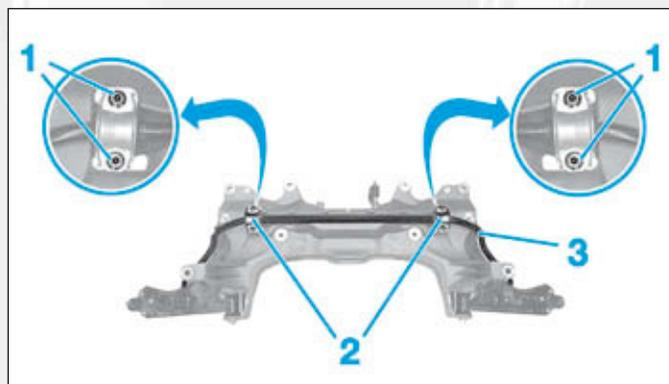

FIG.9
- les boulons (1) (Fig.9),
- les brides (2),
- la barre stabilisatrice (3).